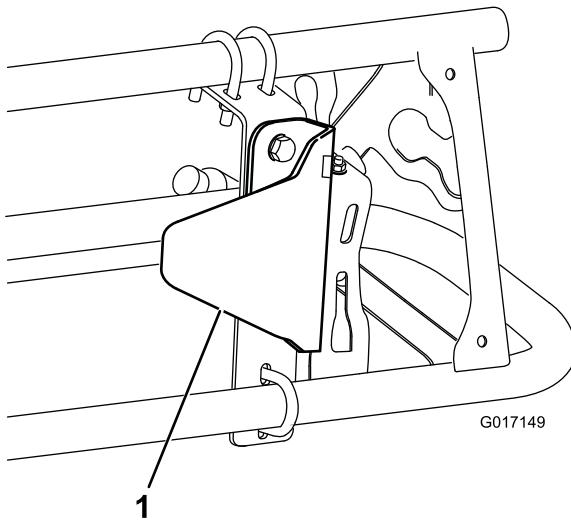

Figure 17
- Support de montage (2)
- Contre-écrou (1/4") (12)
- Posez le support de protection de capteur sur le support de fixation avec 2 boulons (5/16" x 3/4") et 2 écrous à embase (5/16"), comme montré à la Figure 17.